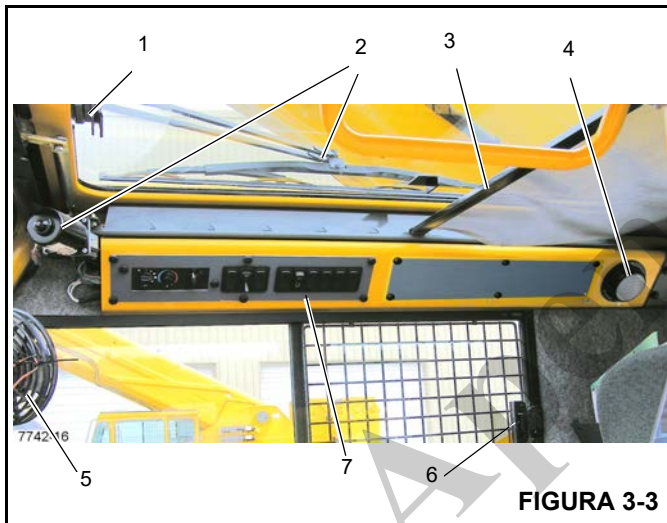
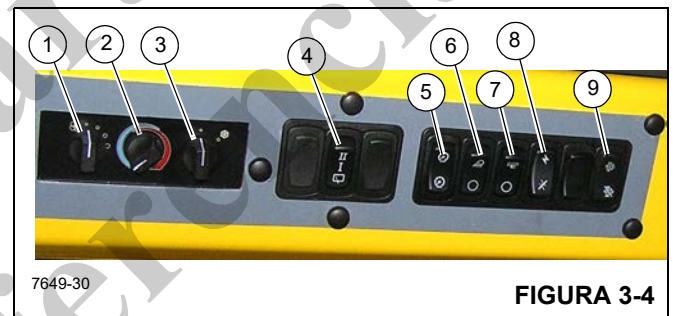

FIGURA 3-3
FIGURA 3-4
A trava do teto solar (1) (Figura 3-3) localiza-se na frente da janela. Aperte a trava e deslize a janela para trás para abrir. Para fechar, deslize a janela para trás até que a trava encaixe.
O limpador do teto solar (2) (Figura 3-3) é controlado pela chave do teto solar (4) (Figura 3-4) e é operado pelo motor do limpador.
O protetor do teto solar (3, Figura 3-3) é usado para diminuir a incidência direta da luz do sol. O protetor é autorretrátil e
A luz de teto da cabine (4, Figura 3-3) localiza-se no canto traseiro direito do console do teto da cabine e ilumina a cabine. A luz de teto é controlada por uma chave na própria luz.
O ventilador de circulação da cabine (5, Figura 3-3) localiza-se no lado dianteiro direito da cabine, acima da estrutura da janela. Uma articulação permite que o ventilador gire e uma chave em sua base controla a operação. A chave possui as posições alta, baixa e desligada.
A janela do lado direito da cabine pode ser aberta. Comprima a trava (6, Figura 3-3) para liberar a janela e deslize para a frente. Para fechar, deslize a janela para trás até que a trava encaixe.
Números dos itens da Figura 3-4
A chave do ventilador do aquecedor/ar-condicionado (1) (Figura 3-4) controla a rotação do ventilador da cabine. A chave de rotação do ventilador controla o volume de saída do ar aquecido (ou a saída do ar refrigerado) do ventilador. Os ajustes são desligado, rotação baixa, rotação média e rotação alta.
A chave de controle do aquecedor (2) (Figura 3-4) controla a intensidade da temperatura de aquecimento. Gire a chave à direita (sentido horário) para abrir a válvula de aquecimento. (O calor é fornecido pelo fluido aquecido que passa pela serpentina do aquecedor). Gire a chave à esquerda (sentido anti-horário) para fechar a válvula e interromper a vazão do fluido, diminuindo o aquecimento.
A chave do ar-condicionado (3) (Figura 3-4) controla a operação do sistema de ar-condicionado opcional. Os ajustes são desligado (o) e ligado (l).
O limpador do teto solar acionado eletricamente é instalado para retirar a umidade do teto solar. O limpador do teto solar é controlado pela chave do limpador do teto solar (4) (Figura 3-4). É uma chave de 3 posições Desligada/Baixa velocidade/Alta velocidade.
A chave reguladora de luz do painel (5) (Figura 3-4) controla a iluminação dos controles do teto do aquecedor/ar-condicionado e do indicador de temperatura do óleo da transmissão (7) (Figura 3-3). Pressione a chave para aumentar ou diminuir a iluminação do painel.
A chave das luzes de trabalho (6) (Figura 3-4) controla as luzes de trabalho do guindaste montadas na parte inferior dianteira da cabine da superestrutura. Pressione a parte superior da chave para ligar as luzes de trabalho. Pressione a parte inferior da chave para desligar as luzes de trabalho.
A chave das luzes da lança (7) (Figura 3-4) localiza-se no painel lateral do teto. Esta chave de duas posições (ON/OFF - Ligada/Desligada) controla a operação dos holofotes da lança. Pressione a parte superior da chave para ligar as luzes da lança, pressione a parte inferior da chave para desligar as luzes.
A chave de alimentação das funções do guindaste (8) (Figura 3-4) localiza-se no painel lateral do teto. Esta chave de duas posições ON/OFF (Ligada/Desligada) permite que o operador desligue a energia das funções do guindaste acionadas pelos controladores remotos hidráulicos localizados nos apoios de braço. Posicionar a chave em OFF (Desligada) evita a operação acidental das funções devido a solavancos nos controladores durante um trajeto ou qualquer outra operação. Com a chave na posição OFF (Desligada), evitam-se todas as funções do guindaste.
A chave de limpeza do sistema de escape do motor (9) (Figura 3-4) localiza-se no lado direito do painel de controle do teto. Esta chave possui três posições: Inibir limpeza/permitir limpeza/iniciar limpeza). Pressione esta chave para iniciar a limpeza do sistema do motor ou para desativar a limpeza do sistema de escape: